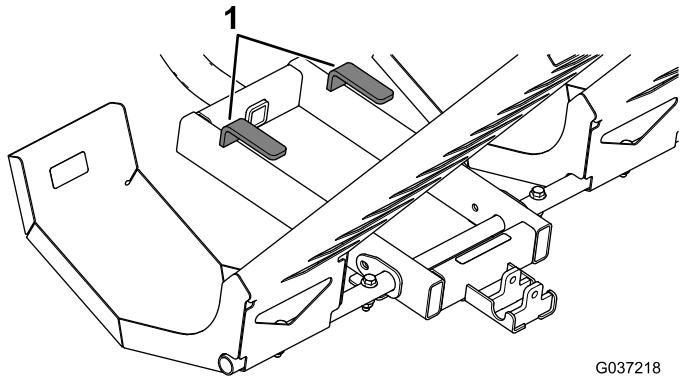

Figura 14
2. Engate os eixos do pulverizador utilizando ou suportes dos eixos (Figura 14).